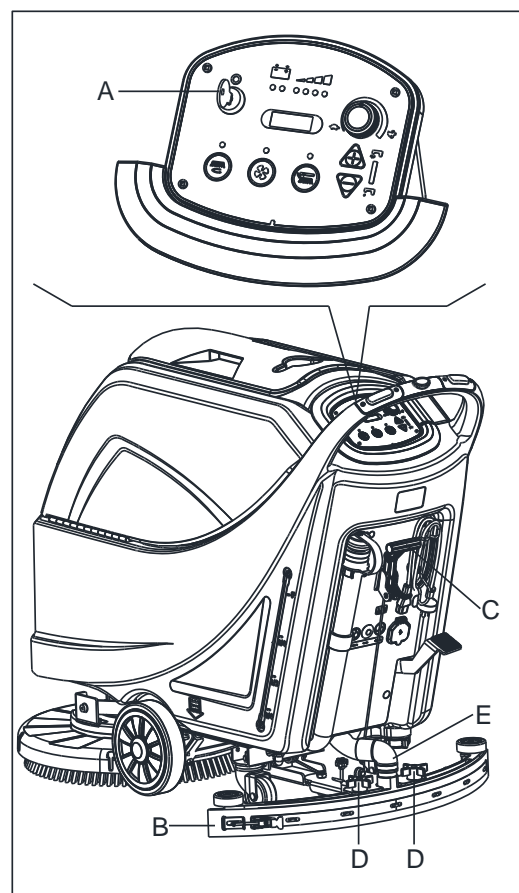
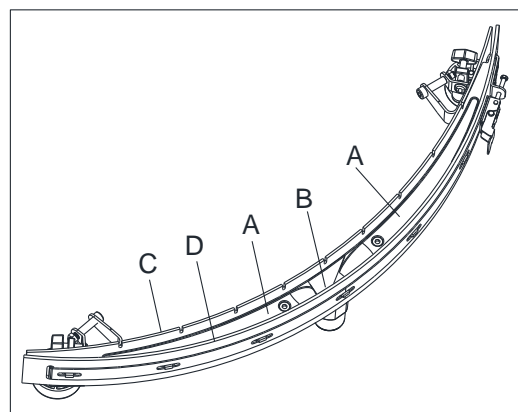

Figure 17
Figure 18
2. Tourner la clé de contact (A, Figure 17) sur "0".
3. Abaisser l'embouchure (B) avec le levier (C).
4. Desserrer les boutons (D) et retirer l'embouchure (B).
5. Débrancher le tuyau d'aspiration (E) de l'embouchure.
6. Nettoyer l'embouchure en acier ou en aluminium (Figure 18). Nettoyer en particulier les compartiments (A) et le trou (B). Vérifier la lamelle avant (C) et la lamelle arrière (D) dans son ensemble, les coupures et les fissures; si nécessaire les remplacer (voir la procédure dans le paragraphe suivant).